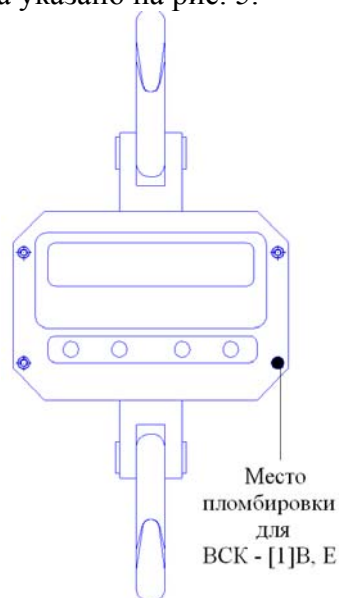

Рисунок 5 Схема пломбировки весов ВСК от несанкционированного доступа
8.4.2 Наличие оттиска поверительного клейма проверяют при периодической поверке. Место нанесения оттиска поверительного клейма указано на рис. 5.